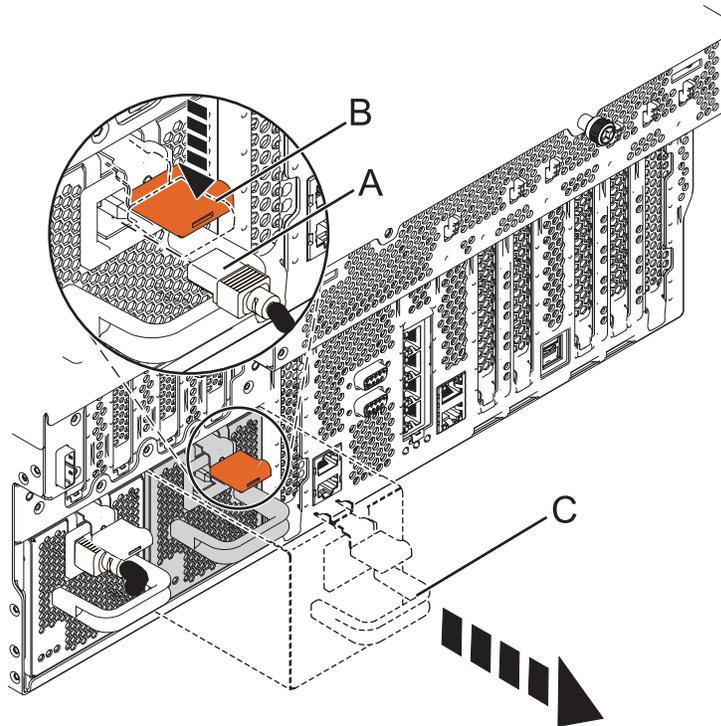

Figura 3. Extracción de la fuente de alimentación de un modelo montado en bastidor
6. Desconecte el cable de alimentación (A) de la parte frontal de la fuente de alimentación como se muestra en la Figura 3.